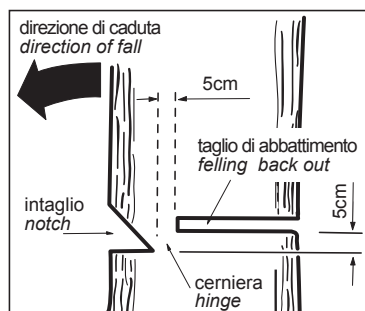

FIG. 1
- Après l'entaille, effectuer la coupe de l'autre côté de l'arbre à 5 cm au-dessus du niveau de l'entaille (fig 1).